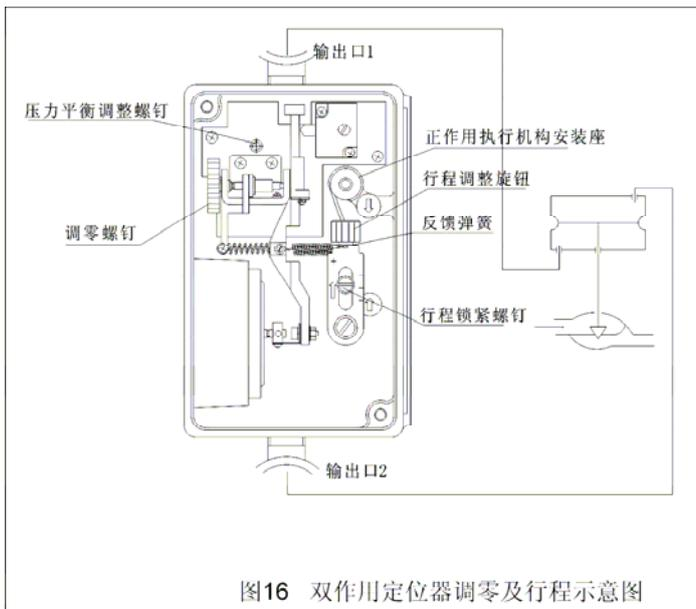
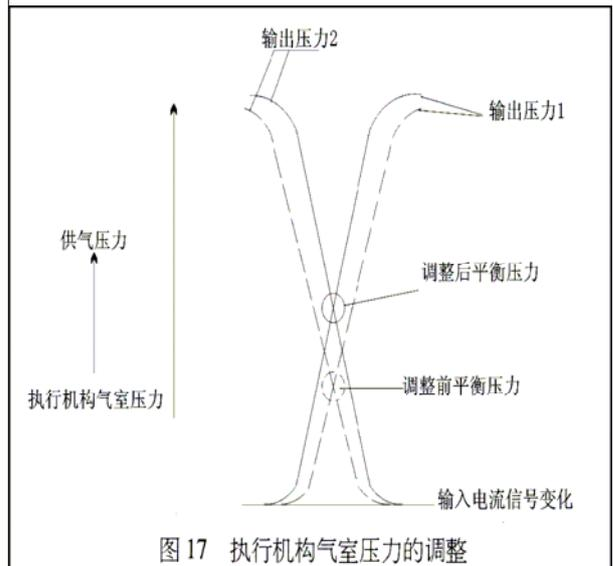

图16 双作用定位器调零及行程示意图
图17 执行机构气室压力的调整
- (1) 供气管线通过减压阀接到执行机构上，用减压阀调节供气压力大小，使执行机构推杆位于行程中心。
- (2) 然后，检查反馈杠杆是否与定位器外壳成 90° 。请参考“安装”一章。
- (3) 把气管从执行机构上拆下来，把它接到定位器的供气压力口上（SUP），使定位器的输出压力口（OUT）与执行机构的气室相连接。
- (4) 起始点调整步骤如下：输入一个 4mA 信号，使执行机构开始动作（标准输入信号 4~20mA）。
- (5) 调整行程范围步骤如下：输入一个 20mA 的输入信号，记录阀的行程，如果该行程小于额定行程，松开行程锁紧螺钉，使这螺钉按箭头方向移动，调好后，再用螺钉固定好。
- (6) 重复上述步骤（4）和（5），使行程达到规定值。
- (7) 双作用定位器，当执行机构推杆停在中间位置时，执行机构气室的压力大约等于供气压力的 1/2 为合适。如气室压力过大或过小，请调整压力平衡调整螺钉。压力平衡调整螺钉按顺时针方向旋转，执行机构气室压力上升，反时针方向旋转，压力下降，参照图 16。
(见图 15、图 16、图 17)
定位器行程调节件的安装位置取决于执行机构的作用型式。图 15 和图 16 表示行程调节件安装在反作用执行机构上的安装位置。对于正作用执行机构，要把行程调节件安装在正作用执行机构安装座上（图 15 和图 16），也就是把图 15 或 16 所示的行程调节件颠倒过来。安装方向由定位器箭头所示。箭头朝下表示正作用型式，箭头朝上表示反作用型式。